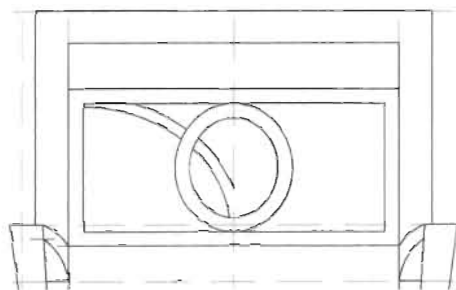

图 6-84
(7) 单击“修改”工具栏中的“修剪”按钮, 剪掉多余线段, 修剪成如图 6-84 所示的图形。